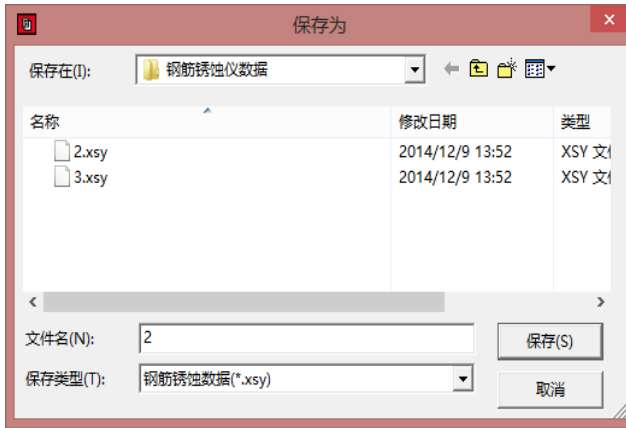

图 4.11 另存为
- 3、选择保存：将当前处理的结果中选中的测区保存成新的构件文件(如图 4.11 所示)。从保存在框中选取要保存文件所在的文件夹，在文件名框中输入文件名后按**保存**，即可将文件保存。